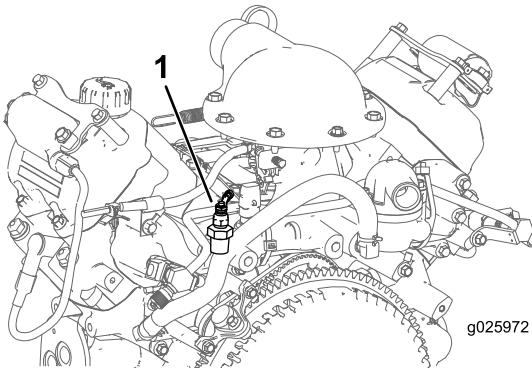

Figura 7
1. Retire o interruptor de temperatura da caixa do termostato e instale um encaixe em T (Figura 7).